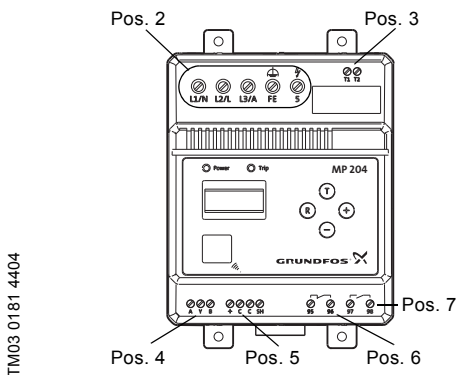

Fig. 6 Plintar
Se fig. 6, pos. 5.
Se fig. 6, pos. 3.